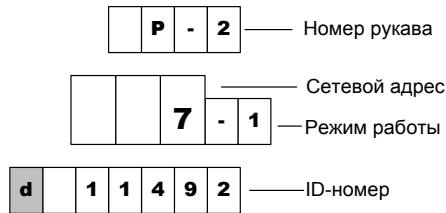

Рисунок 5
10.8 Есть возможность высветить номер каждого рукава, его сетевой адрес, режим работы и ID-номер (рис. 5).